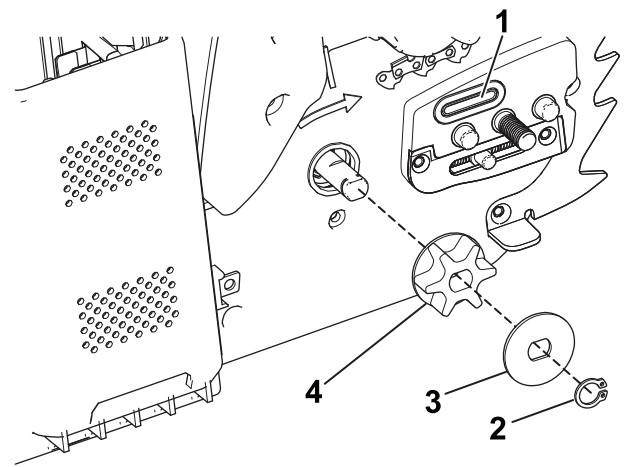

Figura 31
5. Retire el clip, el espaciador y el piñón de arrastre de la motosierra (Figura 31).
7. Compruebe que el paso de aceite (Figura 31) está libre de residuos; limpie la zona si es necesario.